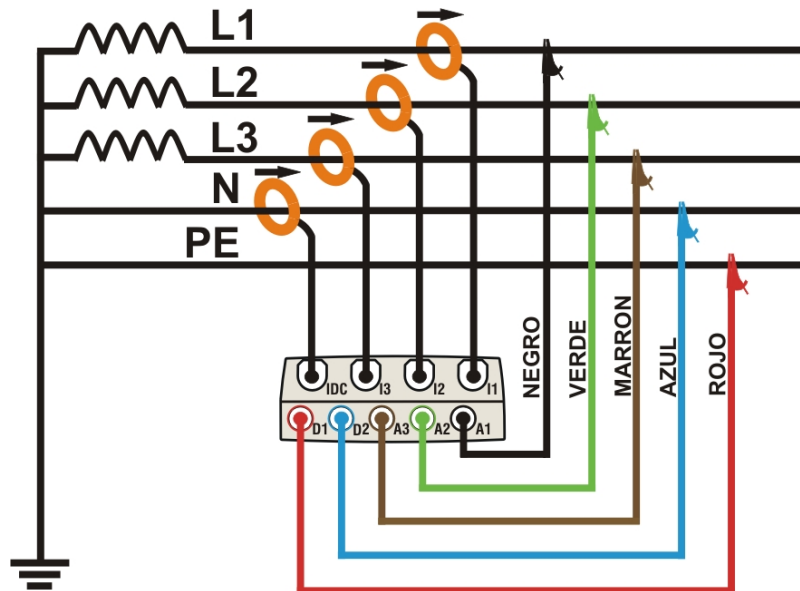

Fig. 223: Conexionado del instrumento en un sistema Trifásico 4-HILOS
2. Conecte los cables de medida de tensión sobre los conductores de Fase L1, L2, L3, Neutro y Tierra respetando los colores como muestra la Fig. 223 **Verifique en el visualizador la indicación “123” relativa al correcto sentido cíclico de las fases** (ver el § 5.2.3) y efectúar las oportunas correcciones hasta cumplir tal situación.
3. Conecte las pinzas de corriente sobre el conductor de Fase L1, L2, L3 y Neutro N como muestra la Fig. 223 **respetando el sentido de la flecha** presente sobre la misma pinza que indica la dirección convencional de la corriente desde el generador a la carga. **Verifique siempre, en la pantalla de la sección Visualización Medida, que las Potencias Activas P1, P2, P3 sean siempre positivas y que el factor de potencia Pf1, Pf2, Pf3 correspondiente a una carga, normalmente inductiva, antes de activar un registro. En caso de valores negativos de la potencia activa gire la pinza 180° sobre el conductor interesado.**